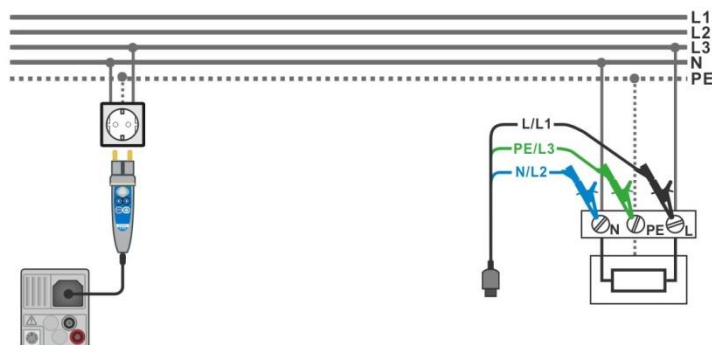

Abbildung 7.75: Anschluss des Commander-Prüfsteckers und der Dreileiter-Prüfleitung
- › Schließen Sie die Prüfleitungen oder den Commander Prüfstecker am Prüfling an, siehe **Abbildung 7.75**.